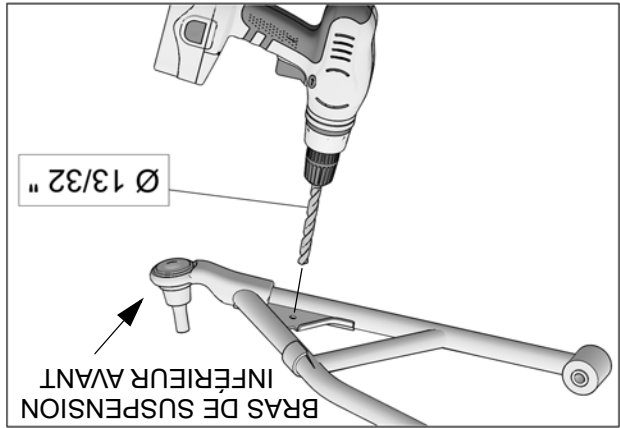

Fig. 16
5. Percer et agrandir le trou au milieu de la plaque de renfort du bras de suspension inférieur. Utiliser un foret Ø13/32 po. (Ø10 mm). Voir la Fig. 16